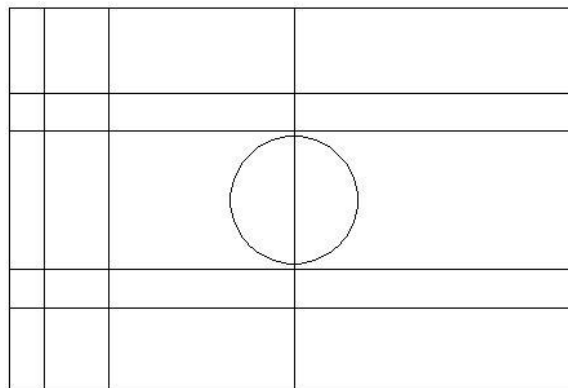

Figura 14 - Construção do Campo
18. Especifique a distância de (23) e tecla enter
22. Clique na linha de fundo e dentro do campo respectivamente. E obtenha a figura 14.